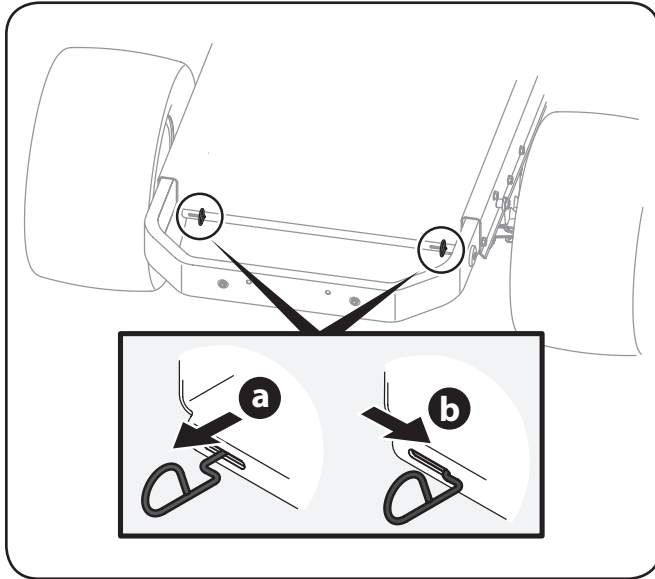

Figure 3-3
1. Pour déplacer l'appareil manuellement sans le démarrer, engagez les tiges de dérivation des transmissions qui se trouvent à l'arrière, de chaque côté de l'appareil. Les tiges de dérivation des transmissions sont placées du côté intérieur de chaque pneu arrière. Pour engager les tiges de dérivation, tirez sur chaque tige (a) et glissez-la vers la droite (b). Voir Figure 3-3.
2. Après avoir déplacé l'appareil, glissez les deux tiges de dérivation vers la gauche pour les désengager. Voir Figure 3-3.